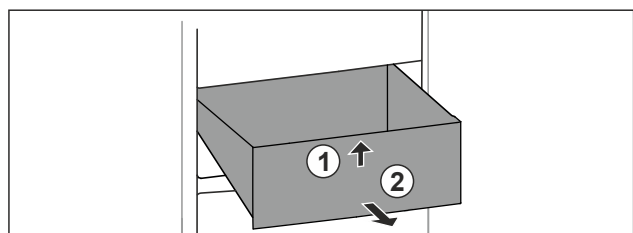

Fig. 114
- Soulever la partie avant du tiroir. *Fig. 114 (1)*.
- Retirer le tiroir par l'avant. *Fig. 114 (2)*